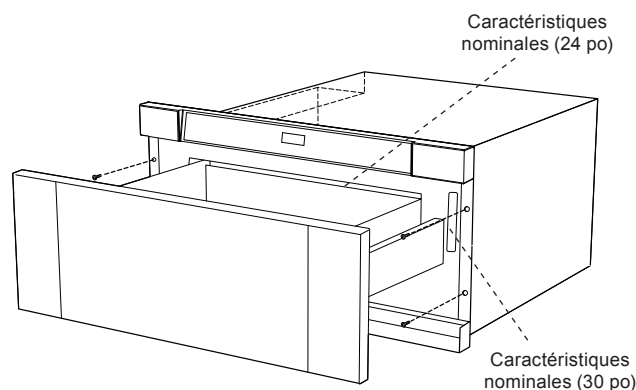

Figure 9A
4. Ouvrir le tiroir. À l'aide des 4 trous du tiroir comme gabarit, percer des avant-trous dans l'armoire avec un foret de 1/16 po. Voir **Figure 9A**.
L'étiquette des caractéristiques nominales, y compris les numéros de modèle et de série, est située sur une plaque d'identification derrière la façade du tiroir. Voir **Figure 9A**.
La plaque d'identification comprend les numéros de série et de modèle. Ouvrir complètement le tiroir du four à micro-ondes. L'étiquette se trouve légèrement au-delà de la paroi arrière de la cavité du four à micro-ondes sur la surface plate. est située sur la plaque d'identification derrière la façade du tiroir. Voir **Figure 9A**.